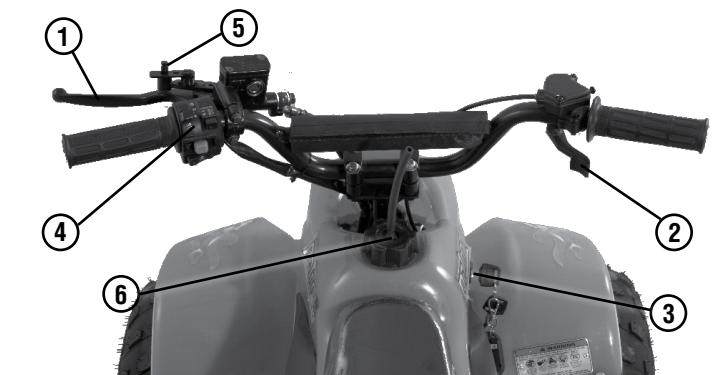

Рис. 4 Вид на руль
**Рычаг тормоза задних колес (рис. 4, поз 1).**
**Рычаг управления дросселем (рис. 4, поз 2)**
**Замок зажигания (рис. 4, поз. 3; рис.5).**
**Крышка бензобака (рис. 4, поз.6).**
**Рычаг стояночного тормоза (рис.4, поз.5)**
При запуске двигателя или парковке мотовездехода, особенно на склоне, пользуйтесь стояночным тормозом. Прижимая рычаг тормоза задних колес (рис. 4, поз. 1) к рукоятке, нажмите на штифт рычага стояночного тормоза (рис. 6, поз. 1), зафиксировав с его помощью рычаг тормоза задних колес в нажатом положении. Для того чтобы отпустить стояночный тормоз прижмите рычаг тормоза задних колес к рукоятке и отведите назад фиксирующую пластину (рис. 6, поз. 2); отпустите рычаг после возвращения штифта стояночного тормоза в исходное положение.